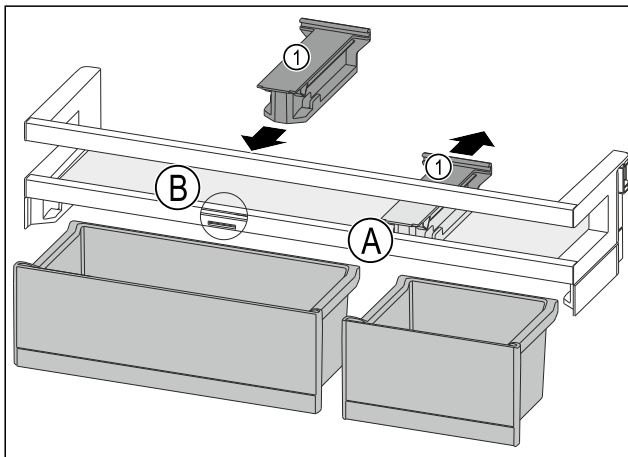

Fig. 87
- ▶ Halteteil Fig. 87 (1) in Position Fig. 87 (A) nach hinten abziehen.
- ▶ Halteteil Fig. 87 (1) in Position Fig. 87 (B) einsetzen.